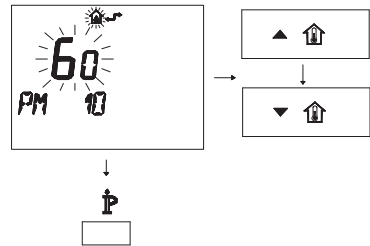

Figura 5.58
- Per modificare il SET programmato agire sui pulsanti  o  e aspettare che il numero programmato cominci a lampeggiare (Figura 5.58).